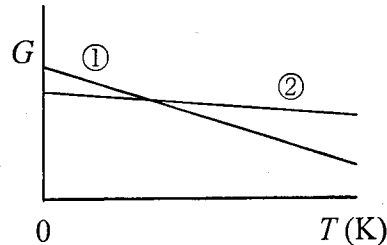
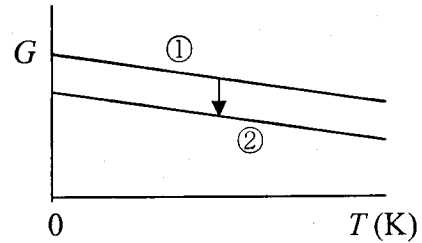

図 2-1
図 2-2
2. 図 2-1 と 図 2-2 は、温度変化にともなう試料物質の状態変化を考察するための概念図であり、縦軸はギブズエネルギー (G)、横軸は温度 (T) である。エントロピーとエンタルピーは温度によって変化しないと考え、両図中の線①と線②は、直線近似されている。
- (a) 直線①、②の勾配と $T=0\text{ K}$ における縦軸との切片は、それぞれどのような物理量を示しているか答えなさい。
- (b) 図 2-1 と 図 2-2 は、それぞれ可逆変化、不可逆変化のどちらを示しているか答えなさい。
なお、図 2-2 の矢印は線①の状態から線②の状態へ変化することを示している。
- (c) ある試料の DTA-TG 昇温測定を行ったところ、吸熱ピークが現れたが、質量変化は測定されなかった。この測定結果について図 2-1 または図 2-2 を使って簡単に説明し、その具体例を 1 つ挙げなさい。また、この吸熱ピークにともなうエンタルピー変化とエントロピー変化は正か負か答えなさい。
- (e) 別の試料の DTA-TG 昇温測定を行ったところ、発熱ピークが現れたが、質量変化は測定されなかった。この測定結果について図 2-1 または図 2-2 を使って簡単に説明し、その具体例を 1 つ挙げなさい。